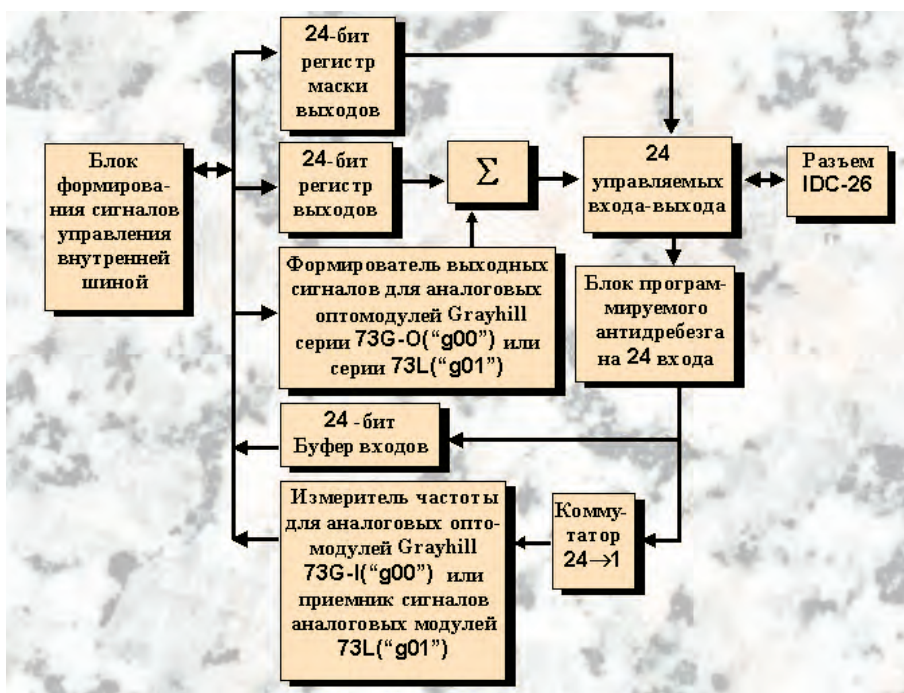

Рис. 3. Блок-схема 24 каналов ввода/вывода для вариантов «g00» и «g01»
- «g00», «g01» (рис. 3) — 96-канальный интерфейс для оптомодулей Opto-22, Grayhill серии 70G/73G/70L/73L, а также плат с гальванической развязкой TBI-xx/xx;